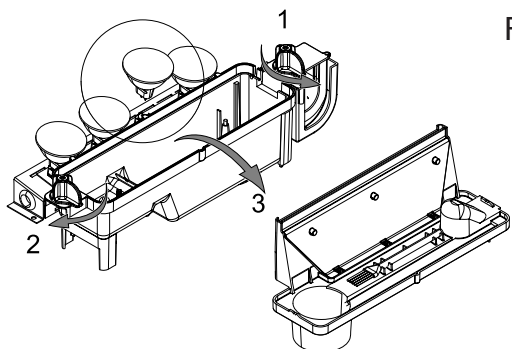

Fig.4
2. Debería ser posible ver las luces con la boquilla (véase la Fig. 4) colocada y observar cuál debe cambiarse.
6. Quite la luz defectuosa tirando suavemente de ella en vertical y desenganchando las patillas del soporte de la luz (véanse las Fig. 4 y 4a). Sustitúyala por una luz coloreada Dimplex Opti-myst de 12 V, 45 W, base Gu5.3 y 8° de ángulo del haz. (Puede adquirirse en www.dimplex.co.uk, en la sección "Servicio de posventa", donde se explica cómo comprar las luces.)
7. Inserte con cuidado las dos clavijas de la nueva luz en los dos orificios del soporte de la luz. Presione firmemente para que se coloquen. (Véanse las Fig. 4 y 4a).
7. Suelte las pestañas de bloqueo del sumidero izquierdo girando 90°. A continuación levante la boquilla. (Véase la Fig. 4)